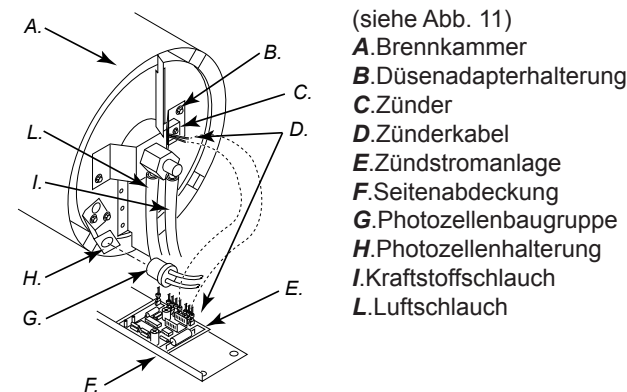

Abbildung 11 – Zündkabel von der Zündstromanlage abtrennen.
4. Die Zünderkabel (schwarz) von der Zündstromanlage abtrennen (siehe Abb. 11). Die Zünderkabel durch das Loch im unteren Gehäuse nach oben ziehen.